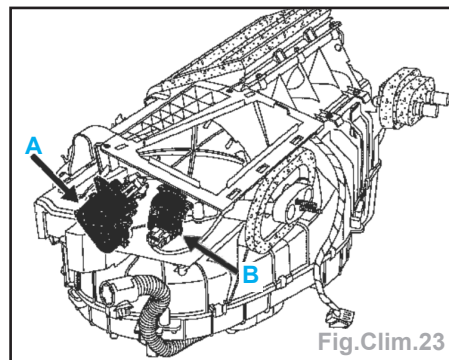

Fig.Clim.23
- le moteur de recyclage (A) (Fig.Clim.23).
- le capteur de qualité d'air (B) (Fig.Clim.23).